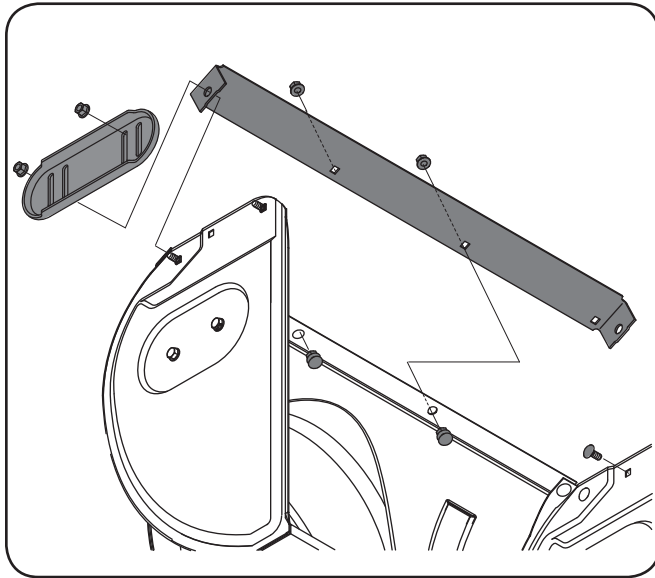

Fig. 6-1
2. Remontez les nouveaux patins avec les boulons ordinaires (deux sur chaque côté) et les contre-écrous à embase. Voir la Fig. 6-1.